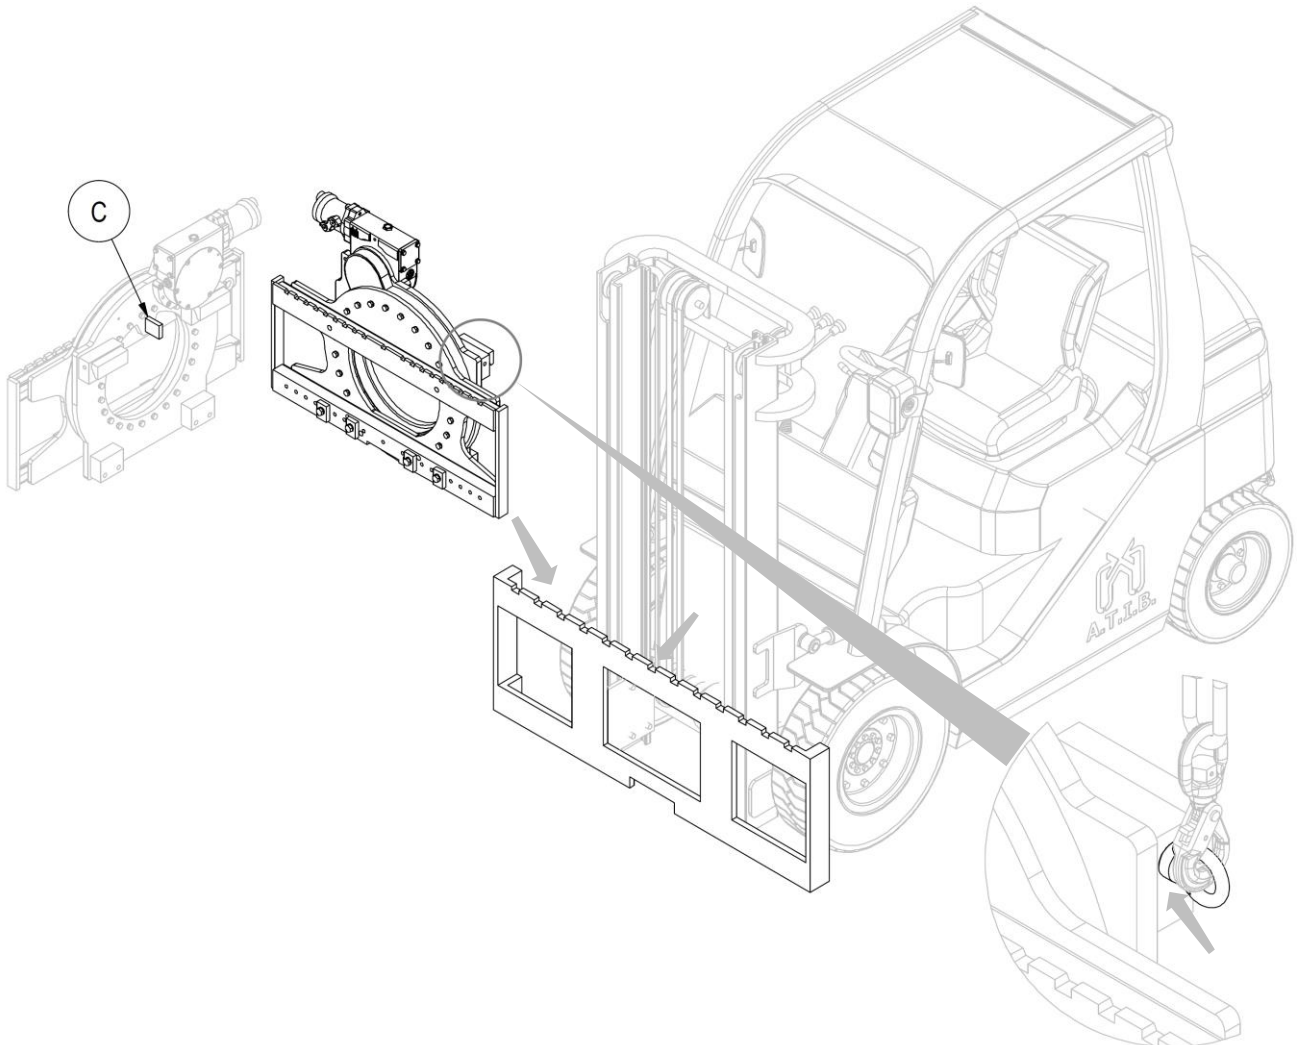

Abbildung 5
5. Zum Bewegen dürfen ausschließlich ausrichtbare Ringschrauben genommen werden, die in die Seitenbohrungen geschraubt werden (siehe Detail *Abbildung 5*).
6. Setzen Sie mit einem Brückenkran oder einem Flaschenzug mit ausreichender Tragleistung das Gerät auf die Trägerplatte des Gabelstaplers und achten Sie darauf, dass der Zentriersift C in der Mittelkerbe einrastet (siehe *Abbildung 5*).